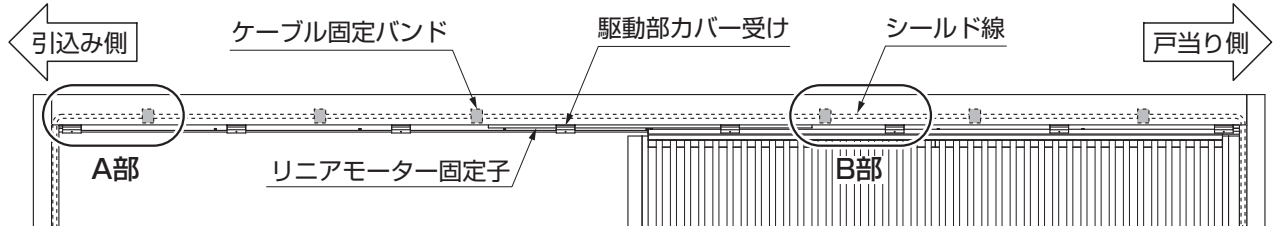
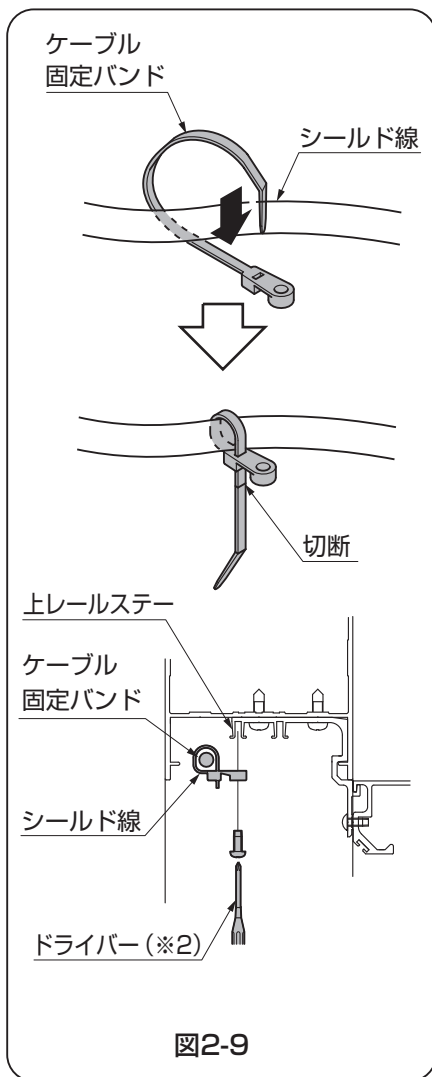
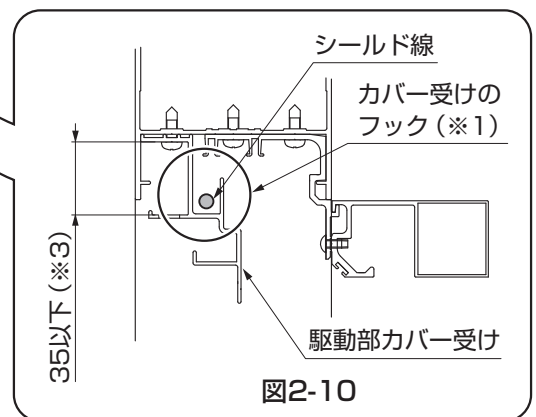

図2-6
図2-9
図2-10
①引込み側シールド線をカバー受けのフック(※1)を通して戸当り側まで配線してください。(図2-6、図2-10参照)
②ケーブル固定バンドをシールド線に6箇所取付けて【1-1】で取付けてください。(図2-6、図2-9参照)
- ケーブル固定バンドはシールド線がたるまないよう(※3)に注意して取付けてください。(図2-10参照)
(2) シールド線と固定子ハーネスの引込み